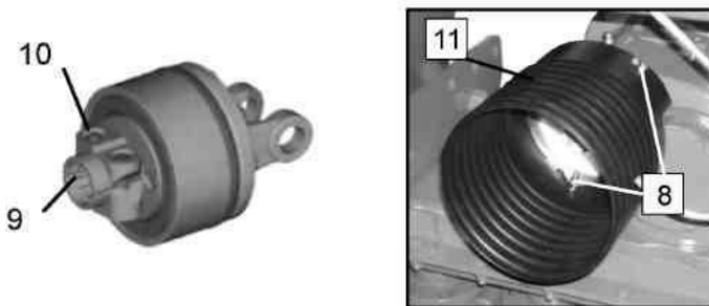

Рисунок 8.2.3 – Соединения карданного вала со стороны агрегата
- прочистите и смажьте вал узла передач агрегата и зубчатый профиль (9) карданной муфты (рисунок 8.2.3);
- отверните и снимите винты (10), которые блокируют сцепление кардана и вала агрегата;
- ослабьте винты (8), крепящие ограждение (11), ко фланцу узла передач;